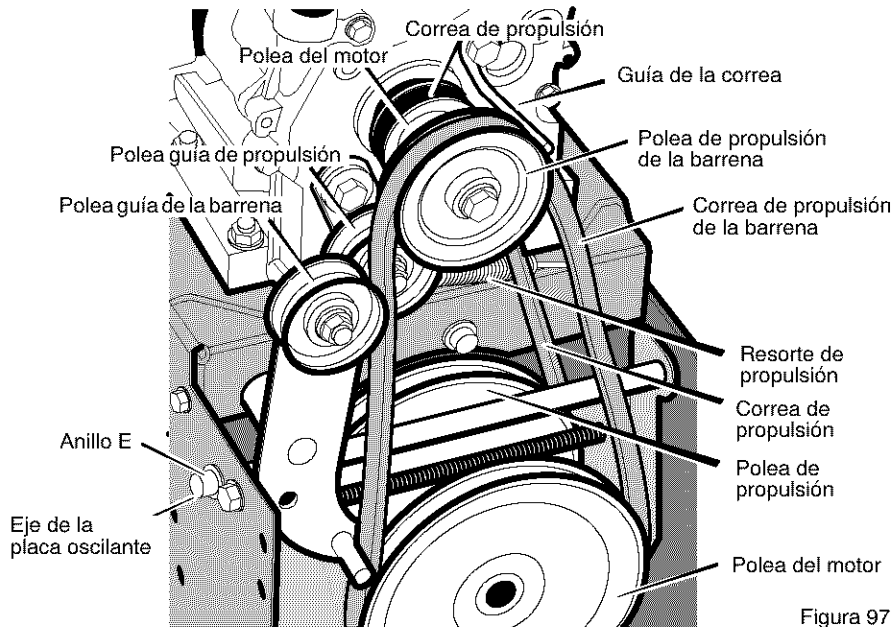

Figura 97
3. Afloje la tuerca de la polea guía de la barrena y mueva esta última hacia la correa un octavo de pulgada aproximadamente (3 mm) (Figura 97).
5. Afloje la guía de la correa. Separe la guía de la polea de propulsión de la barrena (Figura 97).
3. Quite el **anillo e** de uno de los extremos del **eje de la placa oscilante**. Quite este **eje** para que la placa oscilante gire hacia adelante (Figura 97).